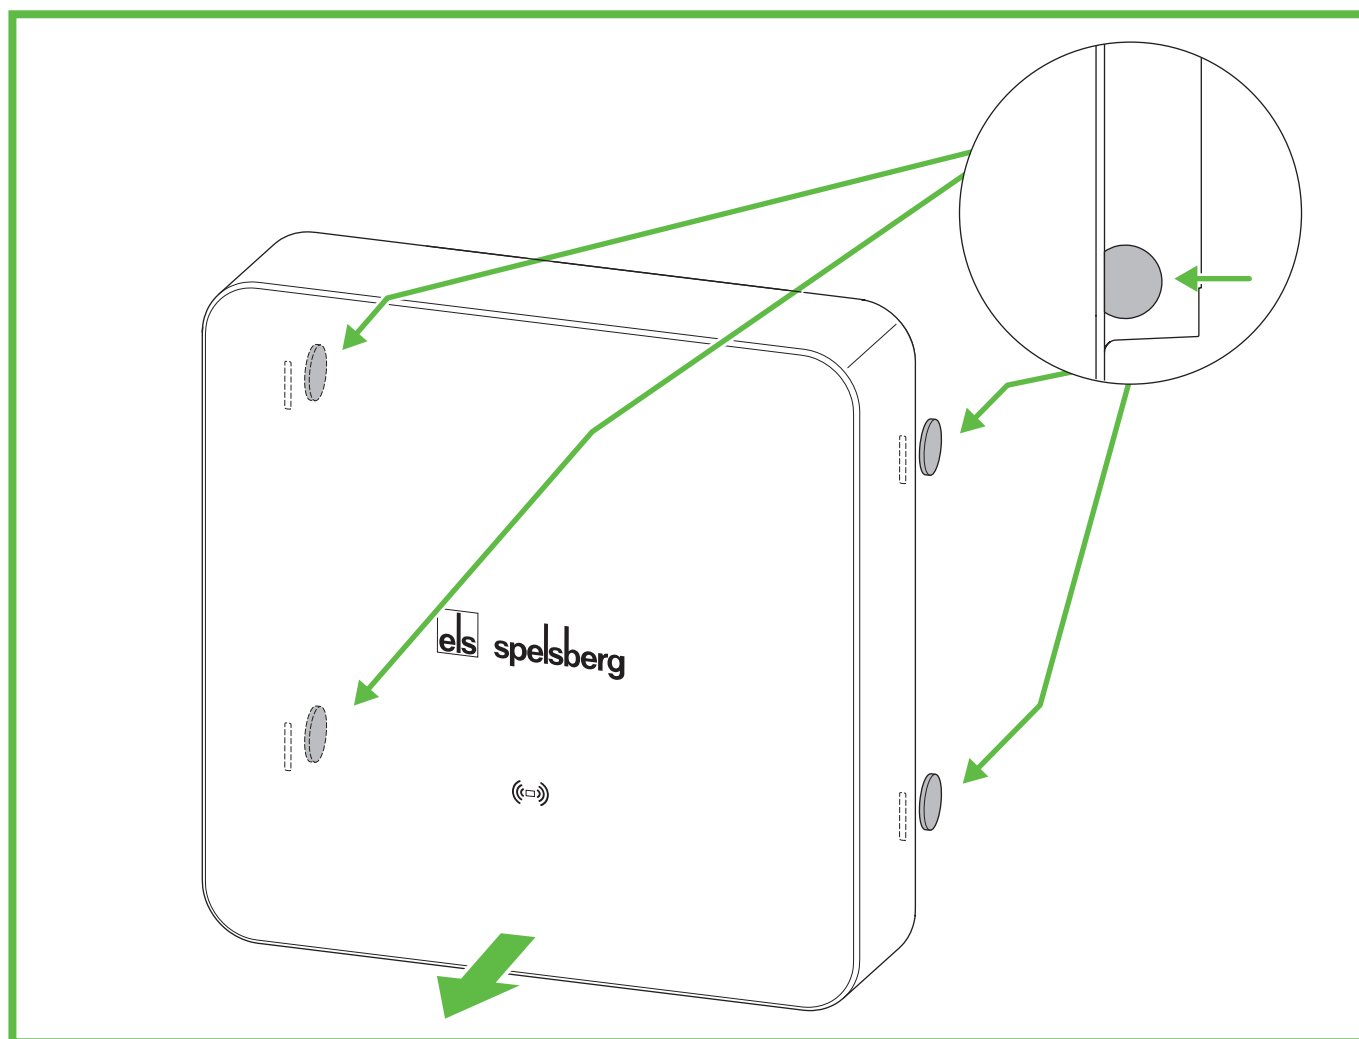

Fig. 21 : Retrait du couvercle design
- ▶ Déverrouillez le couvercle design avec les puces (Fig. 21). Pour ce faire, insérez les puces à l'arrière jusqu'en butée dans les ouvertures de libération fournies.